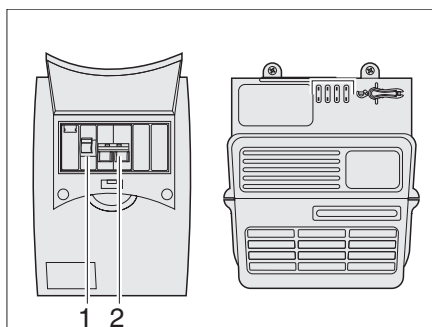

Fig. 97 Caja de fusibles 230 V
El fusible principal (Fig. 97,2) asegura la corriente de entrada de 230 V con máx. 10 A. Además, un interruptor de corriente de defecto (Fig. 97,1) está instalado en la caja de fusibles.
- Conectar y desconectar el interruptor de protección de línea de 230 V (ver Fig. 97) y el interruptor principal de la batería (ver Fig. 91) brevemente, para interrumpir el flujo de corriente.